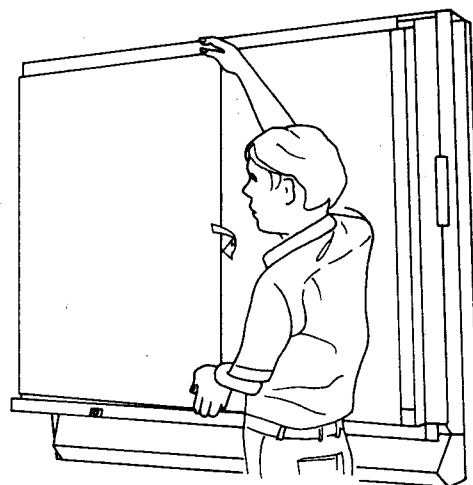

Figure 27
- (11) Soulever la bobine de feuille blanche et la retirer du support inférieur de feuille blanche.
(12) En enroulant FERMEMENT la feuille blanche sur la bobine qui a été retirée, déplacer la bobine, du côté droit du tableau au côté gauche. (Figure 27)